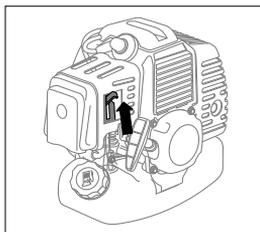

рис. 10
4. Переведите рычаг воздушной заслонки в верхнее положение - |/| «Закрыто» (рис. 10).
7. Переведите рычаг воздушной заслонки (рис. 10) в среднее положение.